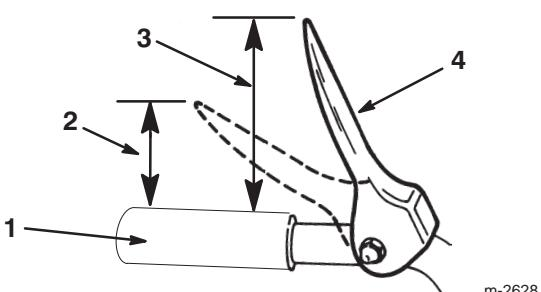

Figure 10
- Vérifiez la distance entre l'extrémité de la manette de tarière/roue hélice et le haut de la poignée du mancheron. L'écartement doit être d'environ 10 centimètres, comme illustré dans la Figure 10.
Remarque : La résistance augmente de manière perceptible lorsque la courroie d'entraînement de tarière/roue hélice devient tendue (à peu près à mi-course de la manette). Le réglage est correct si la résistance *commence* à augmenter quand le bout de la manette de commande de tarière/roue hélice se trouve à 5 cm du haut de la poignée (Fig. 10).